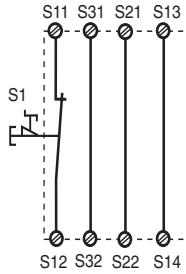
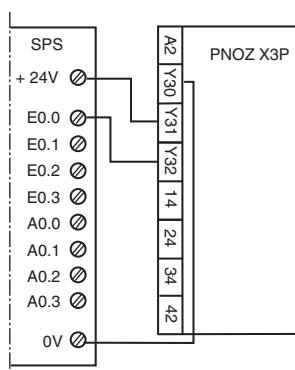

Fig. 2: Circuito de entrada monocanal, rearne automático/Circuito di ingresso monocanal, start automatico/Eenkanalig ingangscircuit, automatische start
Fig. 11: Ejemplo de conexión para salida de semiconductor/Esempio di collegamento per uscita a semiconduttore/Aansluitvoerbeeld van halfgeleideruitgang
En las Fig. 2 ... a Fig. 11 se presentan ejemplos de conexión para modo de conexión de parada de emergencia con rearne automático y manual, control de puerta protectora y de barrera fotoeléctrica así como multiplicación de contactos mediante contactores externos.
- Fig. 2 y 7: **no hay** conexión S33-S34
In Fig. 2 ... Fig. 11 sono riportati degli esempi di collegamento per il cablaggio dell'arresto di emergenza con start automatico e controllato, per il controllo finecorsa di ripari mobili e di barriera fotoelettrica, nonché per l'aumento del numero dei contatti mediante relè esterni. Nota bene:
- Fig. 2 e 7: **nessun** collegamento S33-S34
In fig. 2 ... fig. 11 worden aansluitvoorbeelden gegeven van noodstopschakeling met automatische en bewaakte start, hekbewaking en contactvermeerdering door middel van externe magneetschakelaars.
- Fig. 2 en 7: **geen** verbinding S33-S34